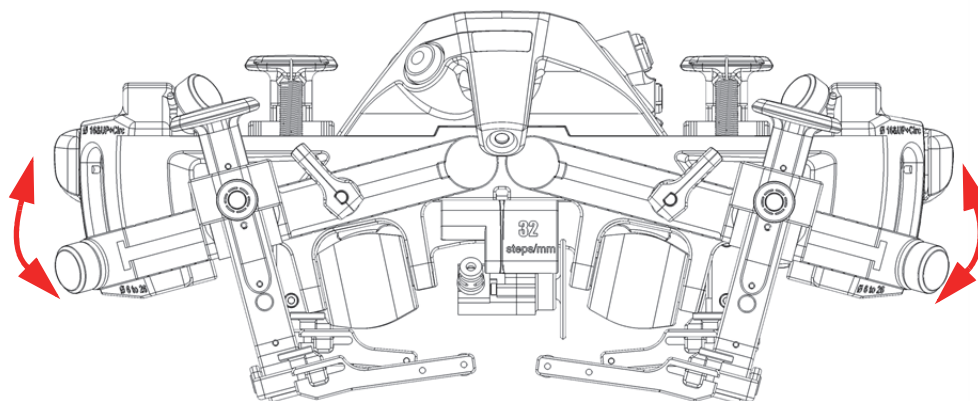

Рис. 2-2 Направляющая крепления ПЭП в нижнем положении
2. Поверните обе направляющие крепления ПЭП до предела хода (Рис. 2-2 на стр 40).